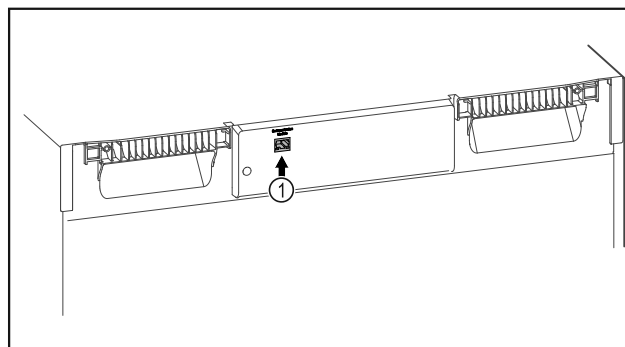

Fig. 131
- ☐ SmartModule Fig. 131 (1) er sat i.